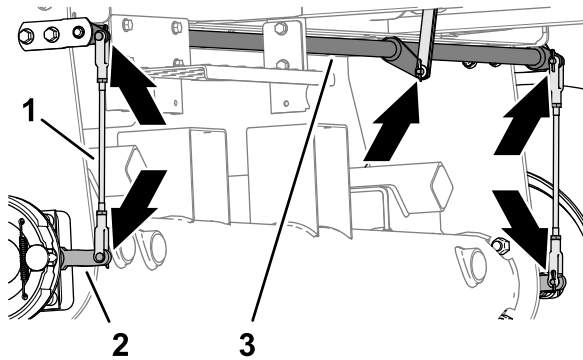

Figura 84
- Inspeccione los conjuntos de varilla de freno derecho e izquierdo (Figura 84) en busca de daños o desgaste.
- Inspeccione el eje de articulación del freno (Figura 84) en busca de daños o desgaste.